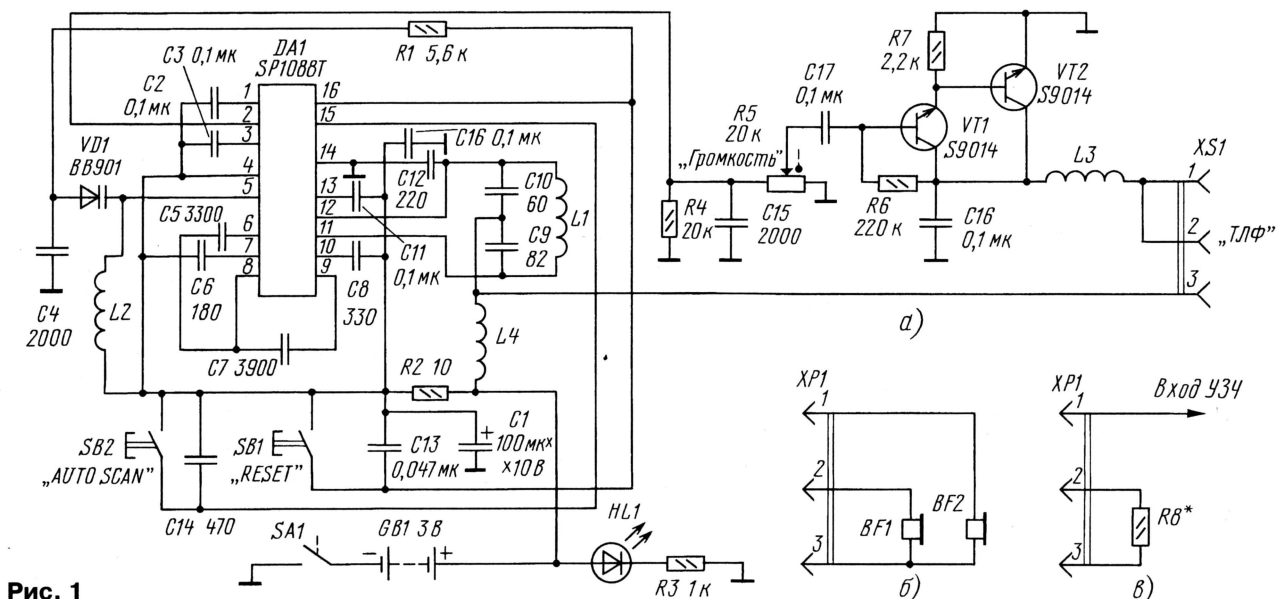
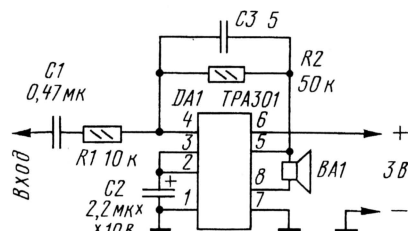
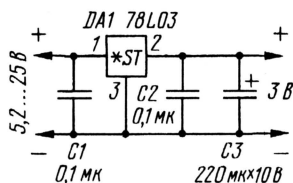

Рис. 1
Рис. 2
Рис. 4
Схема приемника приведена на рис. 1, а. Он выполнен на микросхеме DA1 по схеме супергетеродина с низкой промежуточной частотой (около 100 кГц), поэтому требует минимума деталей. Эта микросхема продолжает
К недостаткам приемника можно отнести возможность работы только на головные телефоны, включаемые параллельно (рис. 1, б), значительный потребляемый ток (40...90 мА) и недостаточную чувствительность.
При использовании дополнительно УЗЧ нет никакого смысла в большом токе покоя транзисторов УЗЧ приемника VT1, VT2 (см. рис. 1, а). В связи с этим рекомендую значительно (до нескольких мегаом) увеличить сопротивление резистора смещения R6. Резистор нагрузки УЗЧ приемника R8, установленный в переходнике (см. рис. 1, в), подбирают в пределах сотен ом — единиц килоом, ориентируясь на наилучшее качество звука. Желательно, чтобы паде-
Увеличить выходную мощность приемника и обеспечить работу громкоговорителя позволит усилитель [1], подключаемый к выходному гнезду приемника через переходник (рис. 1, в). Схема усилителя показана на рис. 2. Он выполнен по мостовой схеме, требует ми-
Провода питания обеих приставок (обозначены как "+" и "-") подключают к плюсу батареи питания GB1 (см. рис. 1,а) и общему проводу приемника. Приемник с приставками удастся питать от любого источника питания (сетевого адаптера) или, например, от автомобильной аккумуляторной батареи, если использовать интегральный стабилизатор напряжения DA1 (рис. 4). Он поддерживает на выходе напряжение 3 В с высокой точностью и имеет защиту от коротких замыканий. Емкость конденсаторов C1—C3 не критична и может значительно отличаться от указанной на схеме. Керамические конденсаторы C1 и C2 предотвращают самовозбуждение. Их лучше припаять непосредственно к выводам микросхемы.
В заключение — практический совет. Если приемник самовозбуждается при большой громкости, полезно увеличить емкость конденсатора C15 (см. рис. 1,а) или подключить к крайним выводам переменного резистора R5 дополнительный конденсатор емкостью 6800 пФ.
1. Пахомов А. Модернизация радиоприемников. — Радио, 2003, № 1, с. 17, 18, рис. 2.